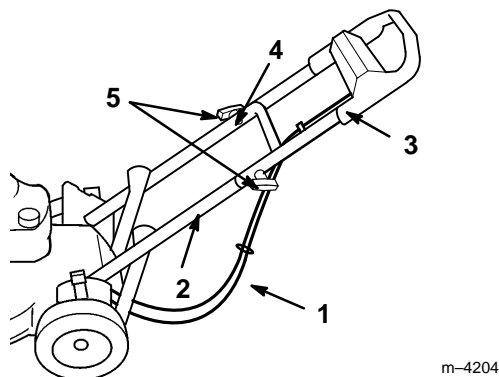

Abbildung 3
liegen (Abb. 3).
- Darauf achten, daß die Kabel unter und hinter der unteren Griffstange geführt werden (Abb. 3).
- Die obere Griffstange mit zwei geformten Schrauben und zwei Knöpfen an der unteren Griffstange befestigen (Abb. 3).